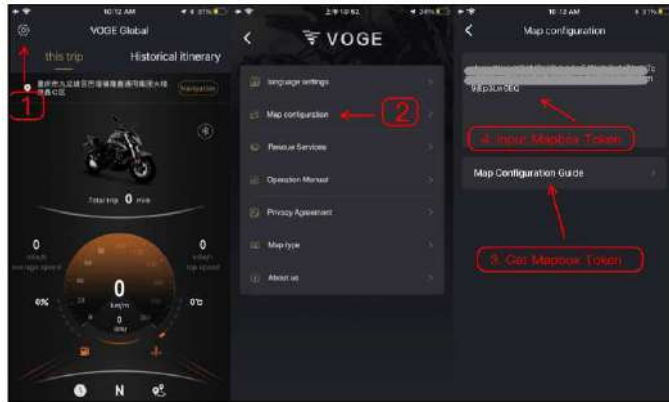

Figura 7
3.1 Abra VOGUE Global, luego abra Setup → Map configuration → Map configuration guidance → Fill blanks for Mapbox Token (El usuario debe solicitar Mapbox Token y completar los espacios en blanco; de lo contrario, la navegación no funciona) (Figura 7).